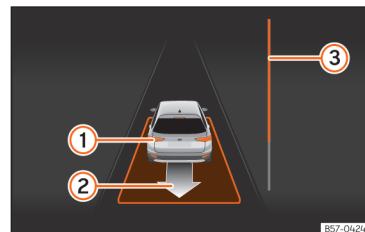

Fig. 168 No ecrã do painel de instrumentos: sair do estacionamento de um lugar em linha.
progresso »» Fig. 168 ③ indica a distância a percorrer »» Página 262.